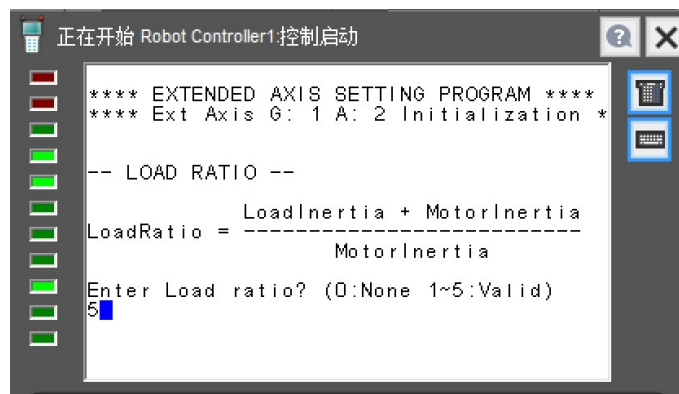

图 4.1.20
20) 在图 4.1.20 中选择载荷比，负载越大，输入值越大，输入 5，点击 ENTER 键确认。